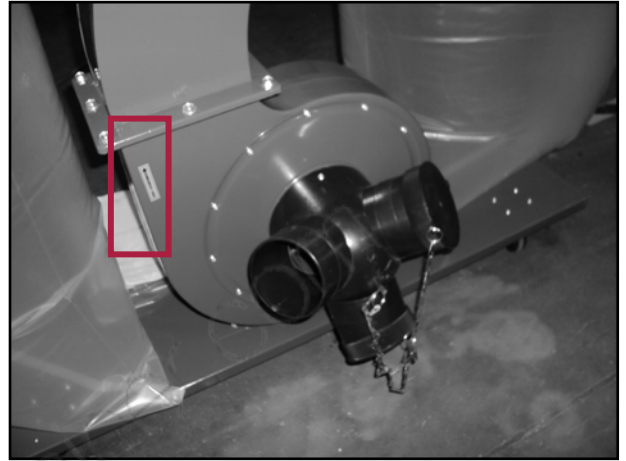

Figura 14 – Freccia di direzione
2. Avviate la macchina, premendo l'interruttore di accensione ed assicuratevi che il senso di rotazione della ventola sia conforme con quello indicato dalla freccia apposta sul carter di protezione (Figura 14).